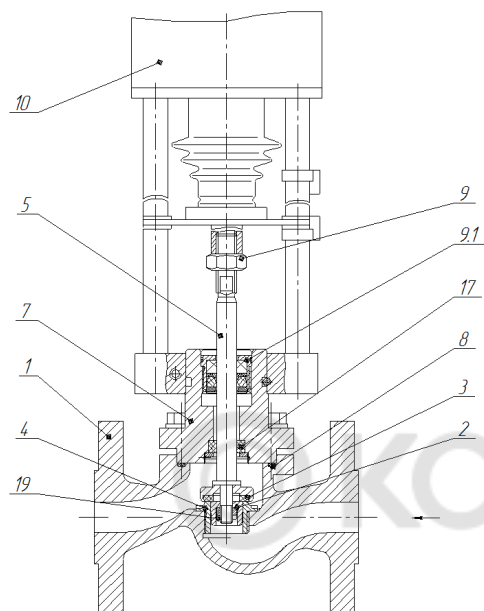

Рисунок 2. неразгруженный по давлению клапан DN 15 – 50. исполнение А.
3.1.2. Неразгруженный клапан (рисунок 2) состоит из следующих основных узлов и деталей: